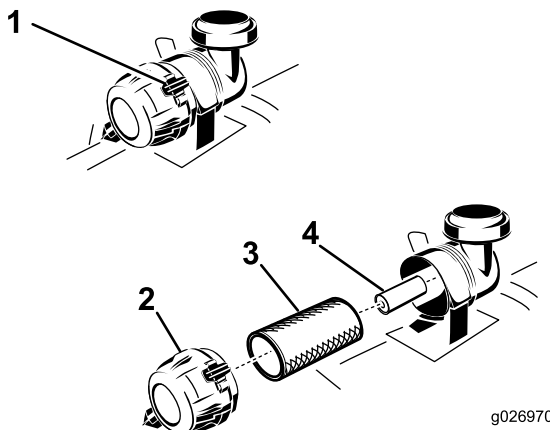

Figura 42
3. Presione hacia abajo para abrir los cierres del limpiador de aire, y tire de la tapa de la entrada de aire para separarla del cuerpo del limpiador de aire (Figura 42).
5. Extraiga con cuidado el filtro primario del cuerpo del limpiador de aire (Figura 42). Evite golpear el filtro contra el lado de la carcasa.
1. No limpie el filtro de papel, cámbielo (Figura 42).
2. Si va a cambiar el filtro secundario, deslícelo cuidadosamente en el cuerpo del filtro (Figura 42).
3. Deslice cuidadosamente el filtro primario por encima del filtro secundario (Figura 42).
5. Instale la tapa del limpiador de aire y gírela hasta que los enganches la bloqueen en su sitio (Figura 42).